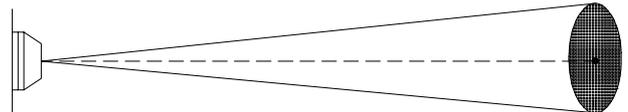

fig.5
**5.3** - Il trasmettitore emette un fascio conico, la cui forma e dimensione, in relazione alla distanza fra ricevitore e riflettore, sono riportate nelle figure 5 e 6. È importante che il ricevitore si trovi al centro del fascio emesso dal trasmettitore perché, in queste condizioni, anche se avvengono dei piccoli spostamenti (dovuti alle deformazioni) della parete su cui è montato il trasmettitore, il ricevitore rimane sempre entro il fascio.